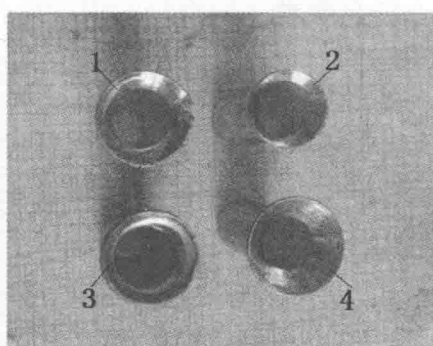

图 1-9
(2) 将扩口顶锥卡于铜管内，顺时针慢慢旋转手柄使顶锥下压，直至形成喇叭口；如图 1-9。
(3) 退出顶锥，松开螺母，取出铜管观察喇叭口，扩口面应光滑圆整，无裂纹、毛刺河折边。